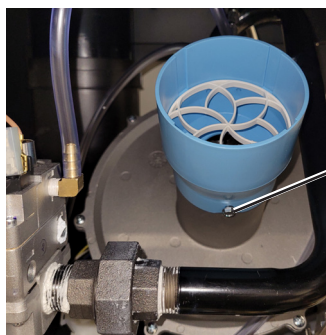

Figure 7.
10. **INSTALLEZ L'ORIFICE BLEU** : Utilisez une clé à douille de 5/16" ou une clé à rochet de 5/16" pour fixer l'orifice d'air bleu. Reconnectez les tuyaux sur l'orifice d'air, voir la Figure 7.